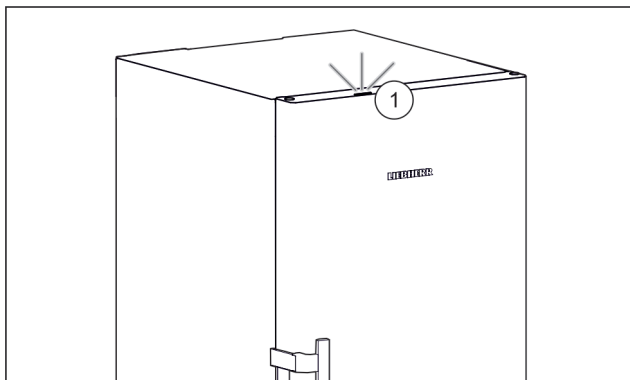

Fig. 51 Aktywna kontrolka statusu przy zamkniętych drzwiach
- ▷ Kontrolka statusu Fig. 51 (1) jest aktywna.